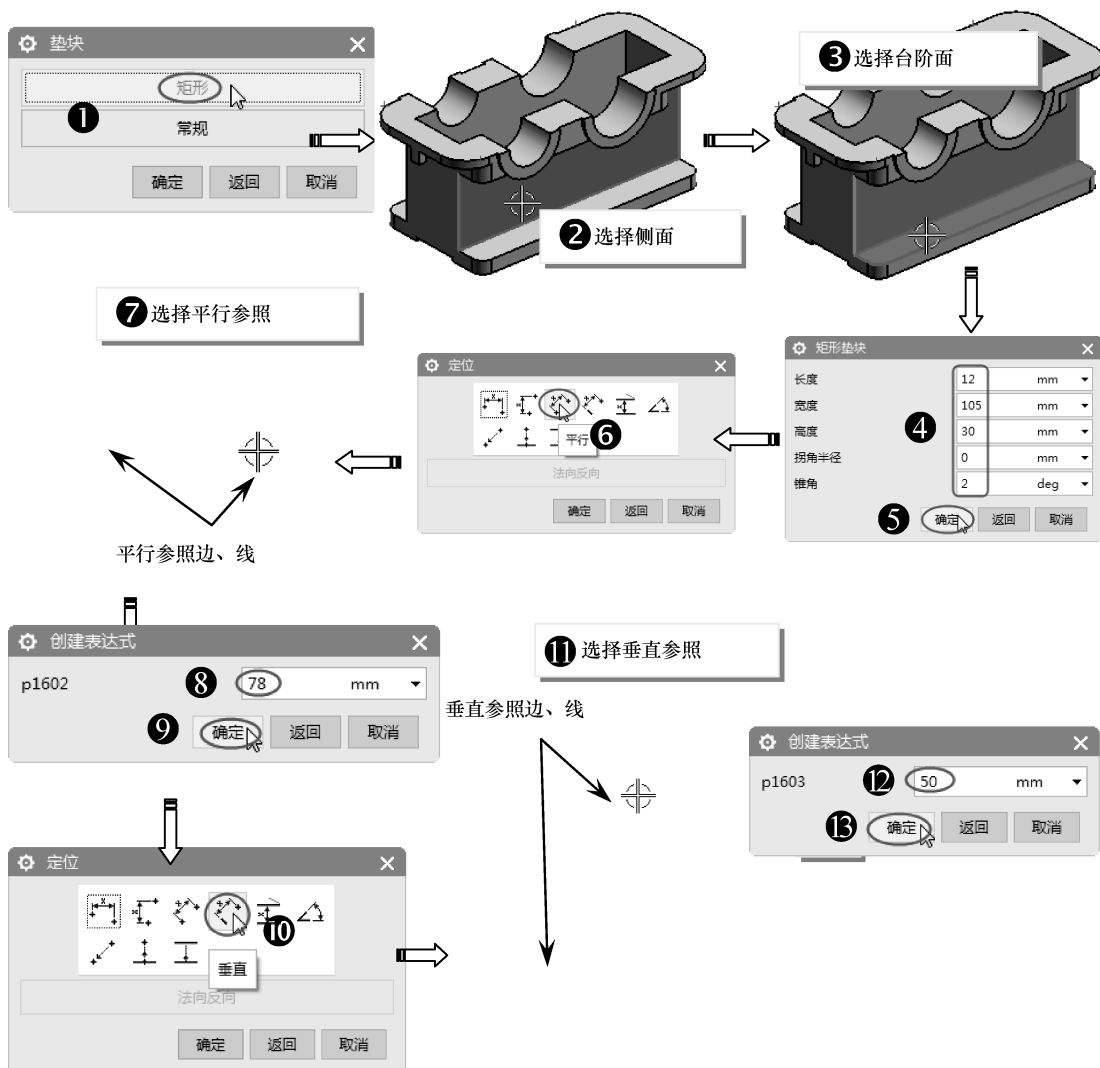

图 4-109 设置垫块特征参数
- 18 在【特征】工具条中单击【垫块】按钮, 弹出【垫块】对话框。按如图 4-109 所示的操作步骤，设置垫块特征的尺寸与放置位置参数。